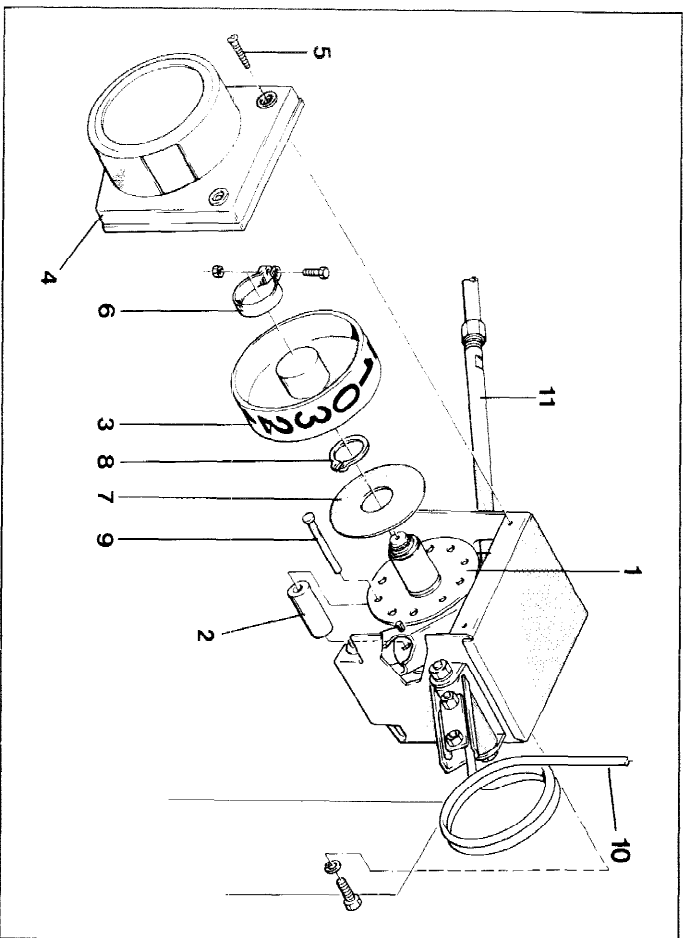

Fig. 93
Voor het wijzigen van de schakelkast dient men alleen de schakel-rollen (fig.93/2) om te steken of te vernieuwen. Dit is ook bij aangebouwde schakelkast aan de zaaimachine mogelijk
- Afschermdoeksel (fig.93/4), na het losdraaien van de twee plaatschroeven (fig.93/5), afnemen.
- Bandklem (fig.93/6) losdraaien en samen met de afleesband (fig. 93/3), afnemen.
- De borgplaat (fig.93/7) dient men na het verwijderen van de borgring 24x1,2 (fig.93/8), af te nemen.
- De vrijliggende schakelrollen (fig.93/2) laten zich nu, na het uitnemen van de pennen (fig.93/9), aan de hand van fig.94 omzetten.
- Borgplaat (fig.93/7) en borgring (fig.93/8) monteren.
- Afleesband (fig.93/3) van nieuwe controle strook (fig.94) voorzien en op het deelrad, met behulp van de bandklem (fig.93/6), eerst los bevestigen.
De schakelkast aan de verende bedieningsstang (fig.93/10) doorschakelen, tot de klembuis (fig.93/11) van een schakelrol (fig.93/2) aangetrokken is en vastgehouden wordt. Het afschermdoeksel (fig.93/4) wordt aan de schakelkast vastgehouden en de afleesband (fig.93/3) zo ver verdraait, totdat het getal "0" op het venster van het schakeldoeksel te zien is.
- Afleesband (fig.93/3) met de klemband (fig.93/6) vastklemmen en het afschermdoeksel (fig.93/4) monteren.
- De schakelkast met de verende bedieningsstang (fig.93/10) doorschakelen, totdat de afleesband (fig.93/3) minstens driemaal volledig is doorgedraaid en controleer, of de schakelkast in de juiste volgorde werkt, d.w.z. dat in elke "0" stand, de klempijp (fig.93/11) aantrekt.